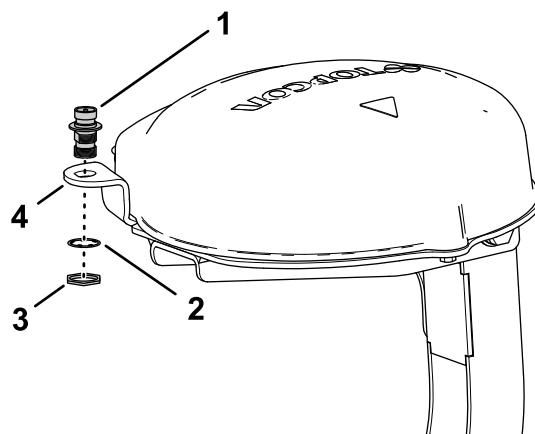

Рисунок 156
- Проденьте коаксиальный разъем через отверстие фланца антенны RTK так, чтобы проходная резьба разъема была направлена вниз (Рисунок 156).
- Установите коаксиальный разъем во фланец пластины приемника при помощи стопорной шайбы и контргайки и затяните контргайку от руки (Рисунок 156).